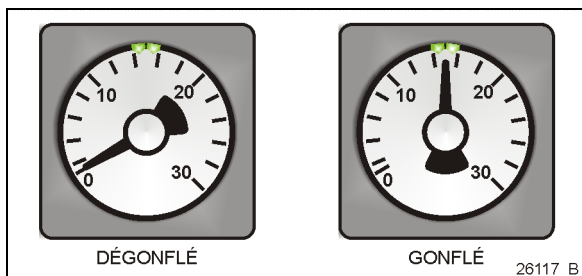

FIGURE 14: MANOMÈTRE DU JOINT GONFLABLE
- Finalement, le joint gonflable peut être regonflé en tournant la poignée de la soupape dans le sens antihoraire. Vérifier le manomètre du régulateur de pression du joint gonflable pour voir si la pression augmente jusqu'à environ 15 psi. (Figure 14). L'aiguille du manomètre doit être placée entre les deux petits repères verts du cadran
7. Finalement, le joint gonflable peut être regonflé en tournant la poignée de la soupape dans le sens antihoraire. Vérifier le manomètre du régulateur de pression du joint gonflable pour voir si la pression augmente jusqu'à 15 psi (Figure 14).